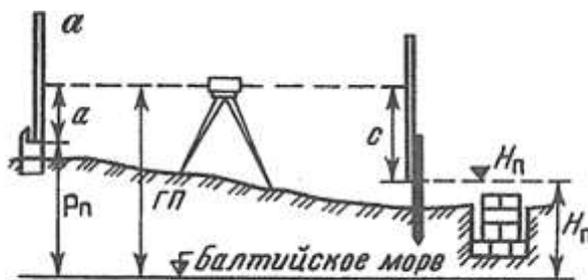

Рис. 1. Схема разбивки и контрольных высот фундамента
5. Выставьте проектную высоту верха фундамента на обноске (рис. 1), если высота репера $P_n = 50,737$, отсчет по рейке $a = 0221$, проектная высота фундамента $H_n = 49,237$.